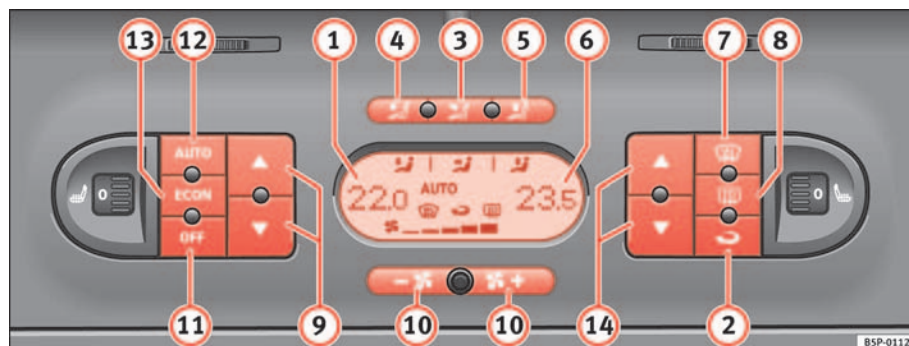

Abb. 126 In der Instrumententafel: Bedienelemente 2C-Climatronic
- Drücken Sie die Tasten der Temperaturregulierung ⇒ Seite 154, Abb. 126 9 oder 14 zur Einstellung der Temperatur auf der linken bzw. rechten Seite.
- Drücken Sie die Taste  ⇒ Seite 154, Abb. 126. Am Display erscheint die Anzeige „AUTO“.